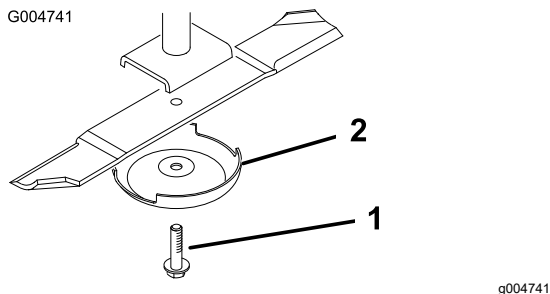

Bild 143
3. Entfernen Sie die Messerschraube, die Antiskalpieerkuppe und das Messer von der Spindelwelle (Bild 143).